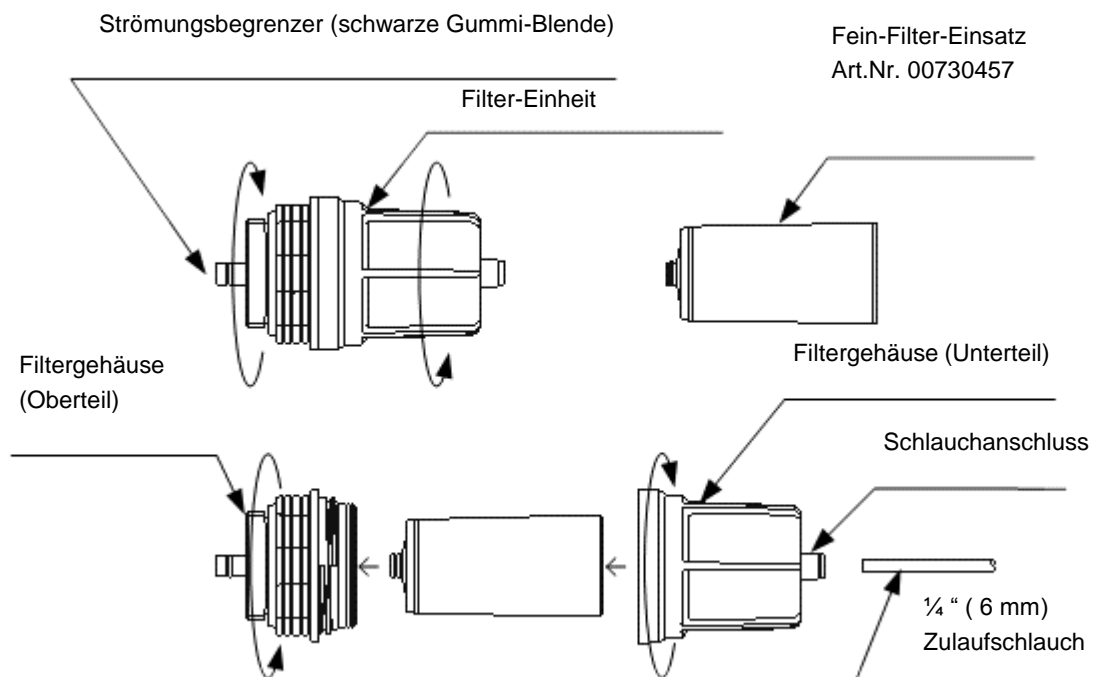

BILD 10.2
- ⑤ Schrauben Sie die Filtereinheit aus dem Colormetry-Gehäuse ☞ vgl. Bild 10.2 auf S. 71
- ⑥ Achten Sie beim Herausnehmen des Filtergehäuses auf die kleine schwarze Gummiblende, die als Strömungsbegrenzer im spitzen Ende des Gehäuseoberteils eingelegt ist. Falls die Blende im Korpus des Colormetry verblieben ist, entnehmen Sie diese dort behutsam.